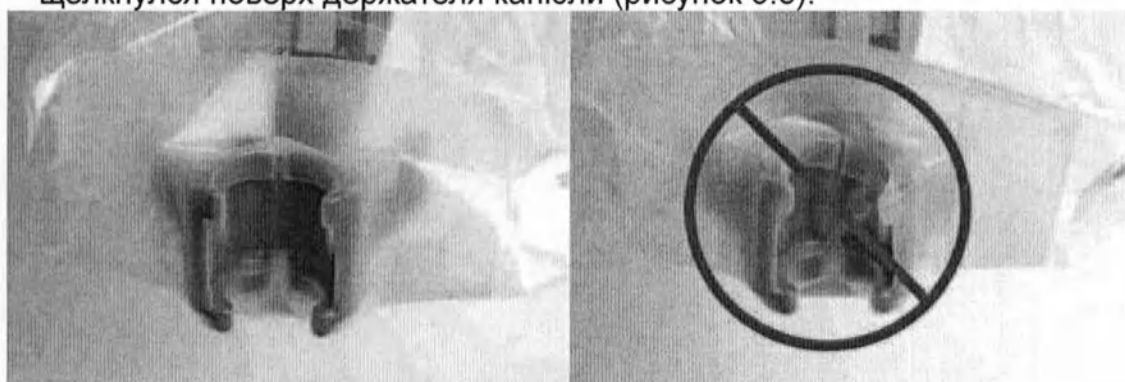

Рисунок 5.5. Установка профиля держателя канюли.
8. Установите профиль держателя канюли. Удостоверьтесь, что профиль защелкнулся поверх держателя канюли (рисунок 5.5).